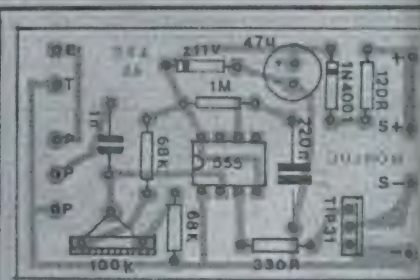
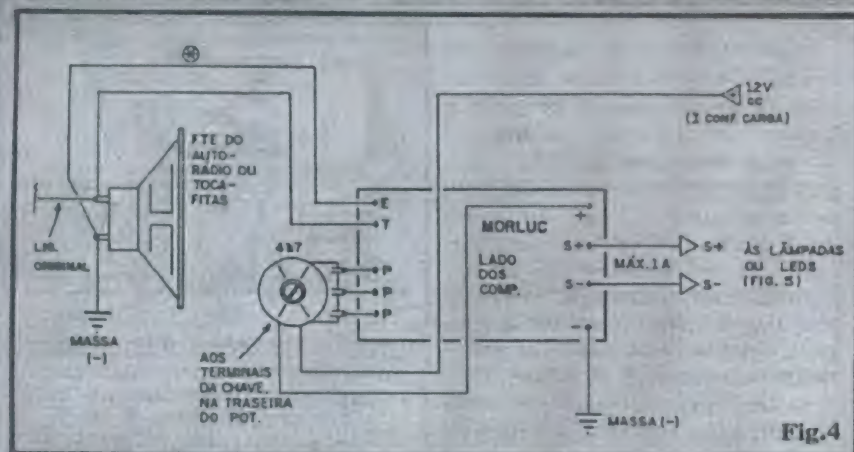

Fig. 3
Fig. 4
- FIG. 3 - CHAPEADO DA MONTAGEM - Placa agora vista pelo seu lado não cobreado, principais peças posicionadas e identificadas pelos seus códigos, valores, etc. Esse "estilo" de chapeado é o adotado por APE, não necessariamente igual ao visto em outras publicações nacionais ou estrangeiras de Eletrônica... Entretanto, como a estilização é muito clara (ou os componentes são vistos pelo seu "contorno" real, aparente, ou pelo seu símbolo esquemático), dificilmente alguém "dançará" nas interpretações... Se ocorrerem dúvidas, contudo, uma consulta ao TABELÃO APE (nas primeiras páginas da Revista) será suficiente para eliminá-las...
- FIG. 4 - CONEXÕES EXTERNAS À PLACA - Assim como na fig. 3, o Circuito Impresso é visto, pelo seu lado não cobreado, agora, porém, com ênfase nas ligações feitas "da placa pra fora", ou seja: as conexões externas... Todos os pontos de ligação periférica encontram-se devidamente